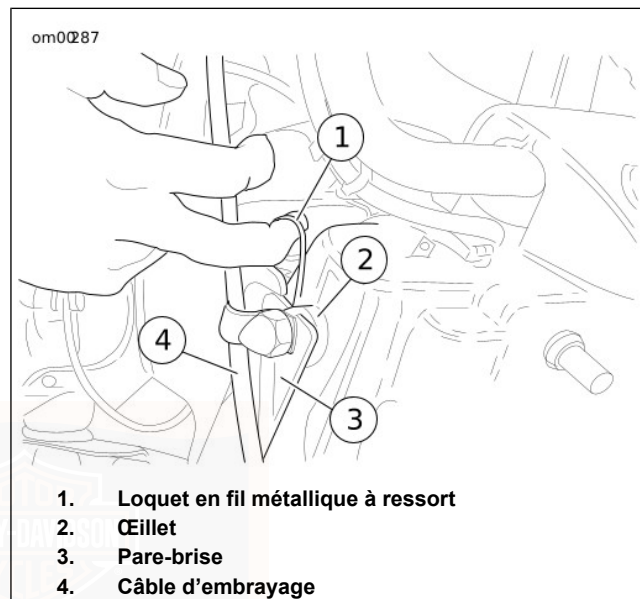

Figure 17. Pare-brise : FLHR/C
1. Voir Figure 17. Insérer les doigts dans les loquets en fil métallique à ressort de l'un ou l'autre des deux côtés du pare-brise et déplacer le HAUT du bloc pare-brise vers l'avant jusqu'à ce que les encoches SUPÉRIEURES du support se séparent des œilletons en glissant.
1. Voir Figure 17. Insérer les doigts dans les loquets en fil métallique à ressort de l'un ou l'autre des deux côtés du pare-brise et faire glisser les encoches **INFÉRIEURES** du support de pare-brise sur les œillets inférieurs.